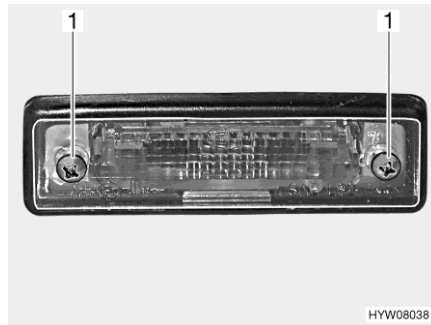

Bild 236 Beleuchtung Heck (Kennzeichenleuchte)
- Zwei Gehäuseschrauben (Bild 236,1) lösen.